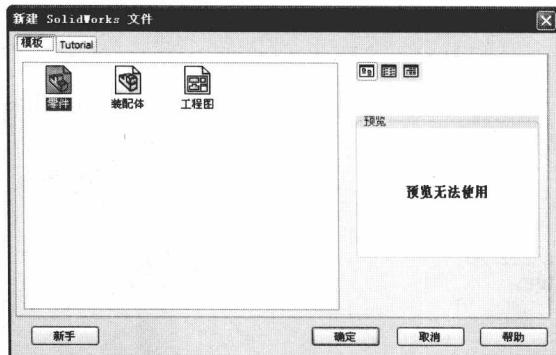

图 1-4 【新建 SolidWorks 文件】对话框
- (1) 启动 SolidWorks 2009 软件。单击工具栏中的【新建】按钮 ，系统弹出【新建 SolidWorks 文件】对话框，在【模板】选项卡中选择【零件】选项，如图 1-4 所示。单击【确定】按钮。